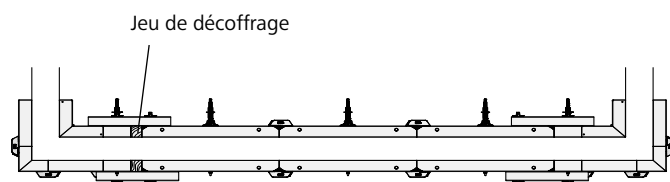

Fig. 5.3
- Pour les tronçons de mur de moins de 6 m, il est préférable d'intégrer une clé de décoffrage sur le côté intérieur du coffrage (Fig. 5.3), car, si l'adhérence du béton est trop grande, le coffrage peut se bloquer lors du décoffrage.